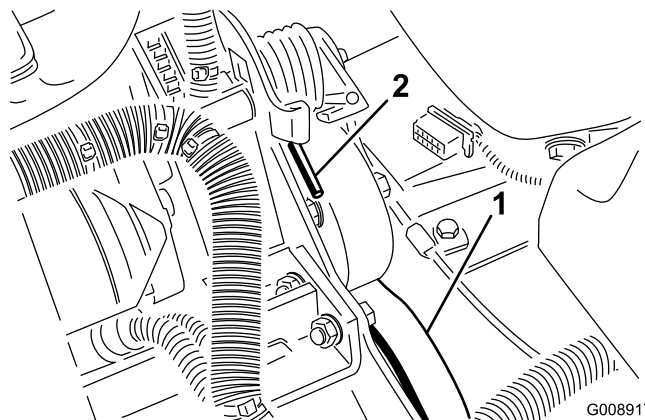

Figure 56
2. Appuyez sur l'extrémité du ressort (Figure 56) et poussez-la vers l'avant pour décrocher le ressort du support et le détendre.